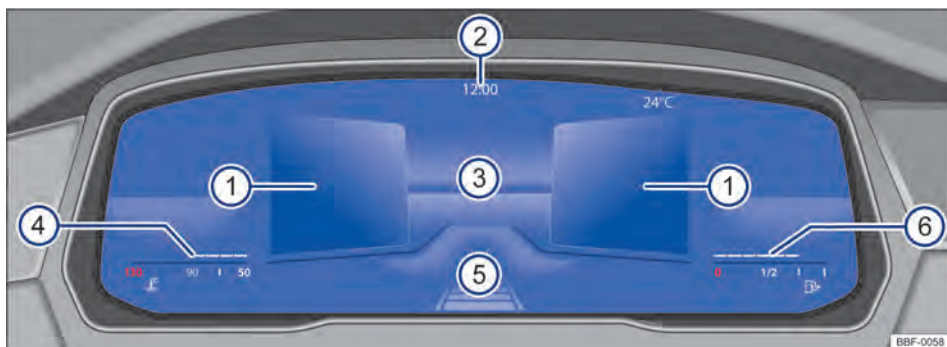

Fig. 10 Active Info Display no painel de instrumentos (variante 2).
Explicações sobre os instrumentos → Fig. 10:
A exibição principal → Fig. 10 ③ pode ser alterada pressionando o botão **View** no volante multifunções. A representação na área de indicação pode exibir as seguintes vistas:
- **Resumo:** após o encerramento da prontidão para condução: exibição de informações sobre o status do veículo nas áreas ①, por exemplo, posição do hodômetro total.